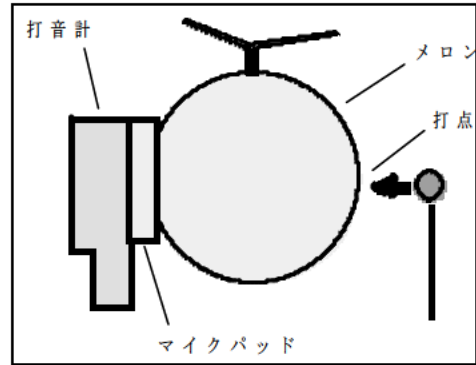
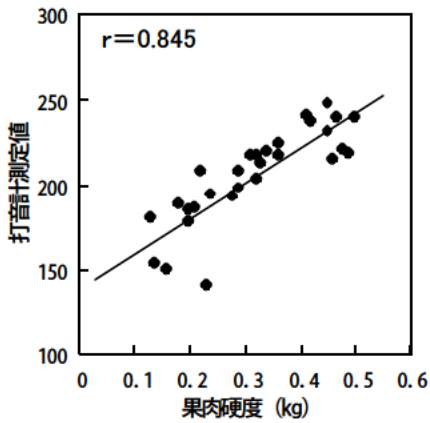

図2 携帯型打音計によるメロンの固有振動値測定法
図3 携帯型打音計によるメロンの果肉硬度の測定精度
2. 携帯型打音計は、果径を入力し、果実をたたいて測定することにより(図2)、果重1kgあたりに補正した固有振動値が表示される。この値を用いて、メロンの果肉硬度を、簡便に測定することができる(図3)。
果肉硬度:果実硬度計(藤原製作所 KM-1、円錐形プランジヤー使用)で果実赤道部を測定(図3、4も同じ)